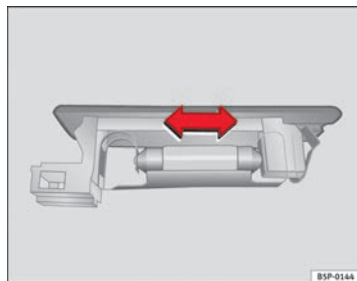

Abb. 200 Gepäckraumbeleuchtung
- Drücken Sie die Lampe zur Seite und nehmen Sie sie aus ihrer Halterung heraus ⇒ **Abb. 200**.